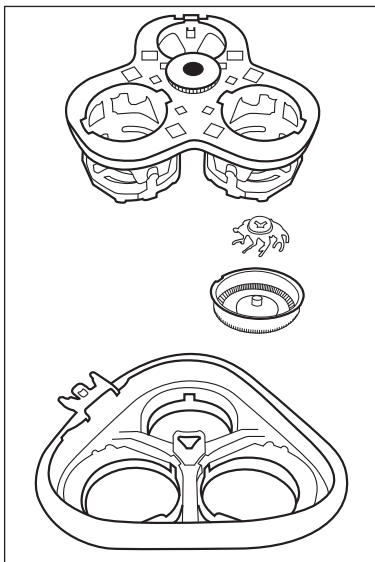

Bild 1
- 1) Tryck på upplåsningsknappen ④. Skärenheten ② fälls upp.
- 2) Dra lite extra i skärenheten ② så att den går att ta av.
- 3) Tryck ner den svarta kuggkransen en aning och vrid den försiktigt motsols tills det går att ta av skärhuvudenas hållare (se bild 1).
- 5) Sätt ihop skärenheten ❷ igen. Gå till väga som på bild 1:
- Lägg de 3 skärhuvudena i öppningarna på skärenheten ❷. Se till så att skårorna i kanten av skärhuvudena ligger mot arreteringarna i öppningen.